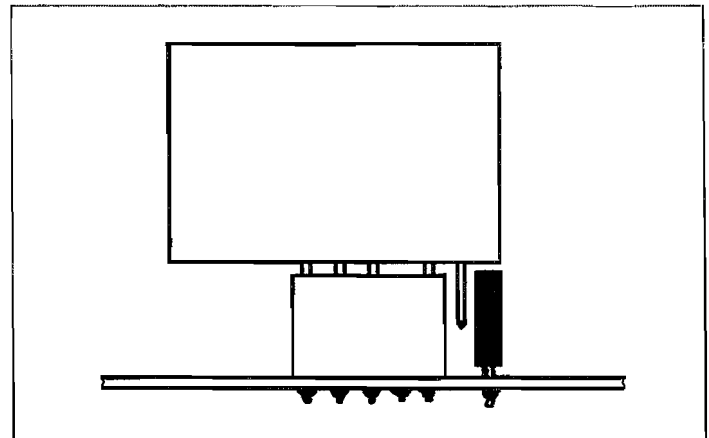

Fig. 3.5
- Der kleinere, sechspolige Print (1.179.183.21) des Kabelbundes wird in die fünfpolige CIS-Buchse (Pos. B auf dem ARM ELECTRONIC PCB) so eingesteckt, dass einer der Anschluss-Stifte zwischen der CIS-Buchse und dem Kondensator frei bleibt (siehe Fig.3.5). Der Stecker, der vorher an diesem Platz war, wird in die Buchse auf dem kleineren Print 1.179.183.21 eingesteckt. (Auf richtige Codierung achten, in der Buchse muss ein Anschluss frei bleiben).